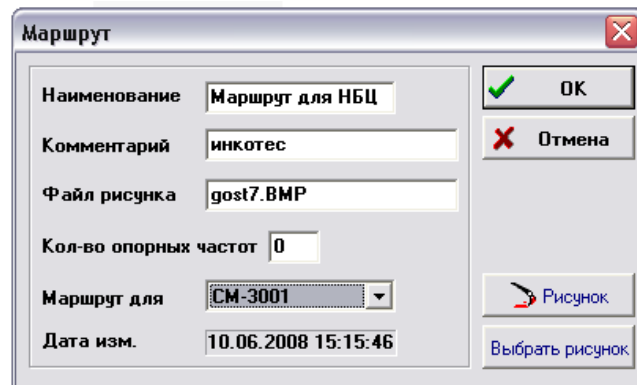

Рисунок 3.3 Окно «Маршрут»
Для добавления нового маршрута установить курсор на нужный тип агрегата и нажать кнопку **«Добавить»**. В появившемся окне (рис. 3.3) вводим наименование маршрута, комментарий, кнопкой **«Выбрать рисунок»** прикрепляем изображение объекта измерения к маршруту, задаем количество опорных частот (0) и выбираем прибор, для которого создается маршрут (СМ-3001). Сохранить введенные параметры маршрута нажав кнопку **«ОК»**.